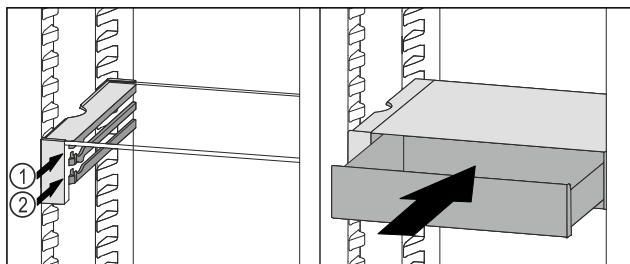

Fig. 183
- Stavite ladicu VarioSafe ukoso iza zaustavljača na željeni žlijeb Fig. 183 (1) ili Fig. 183 (2).